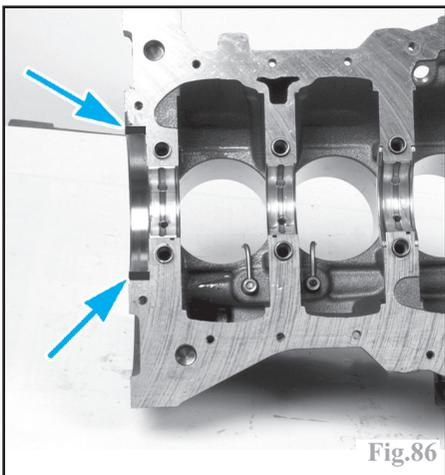

Fig.86
-appliquer sur le plan de joint inférieur du bloc-cylindres, préalablement dégraissé avec soin, 2 cordons de 1 mm de largeur au niveau des portées du chapeau de palier n°1 (Fig.86), de pâte d'étanchéité appropriée (par exemple **Loctite 518 rouge** ou un produit similaire anaérobie).